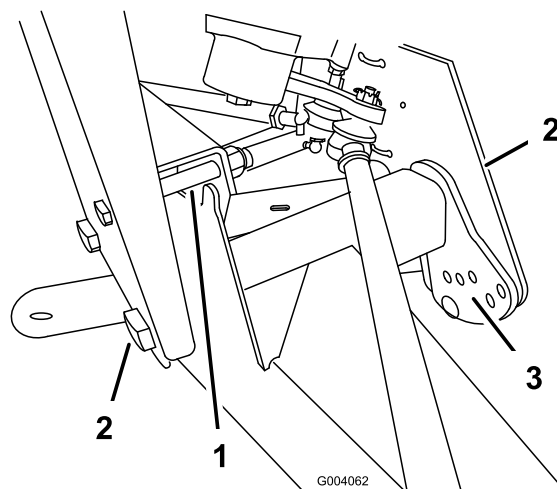

Figura 40
2. Retire o parafuso de limitação de curso (Figura 40).
3. Solte os parafusos de centragem que se encontram no braço A dianteiro (Figura 40).
4. Retire a cavilha de ajuste da altura (Figura 40).
5. Rode o braço A dianteiro para a posição desejada (consulte a nota abaixo) e substitua o parafuso de ajuste da altura do chassis (Figura 40).
7. Substitua o parafuso de limitação de curso (Figura 40).